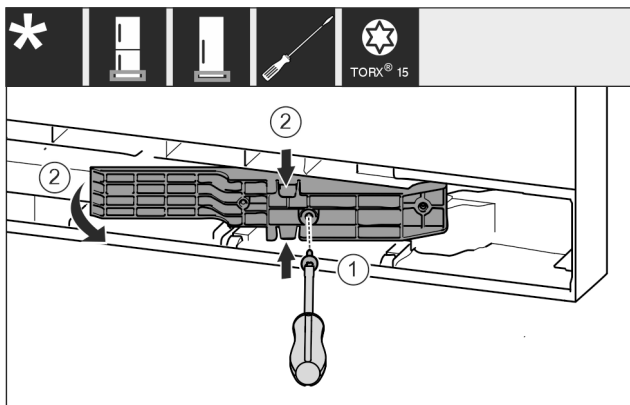

Fig. 16 \*
- ▶ Ослабити гвинти за допомогою викрутки T15. Fig. 16 (1)\*
- ▶ Витягнути деталь адаптера. Fig. 16 (2)\*